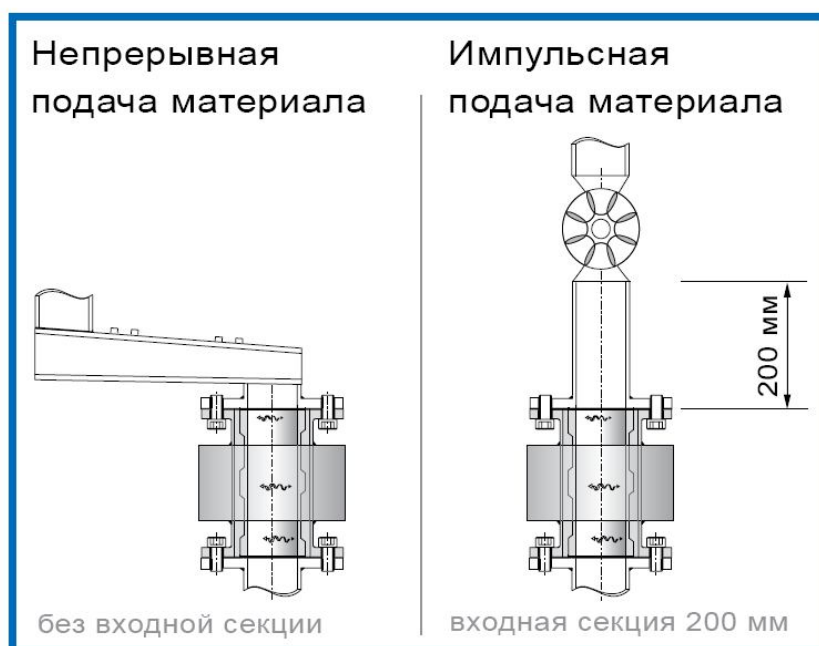

Рис. 3. Минимальное расстояние между сенсором, изгибами трубы и заслонками
- Выдерживайте необходимое расстояние от сенсора до клапанов, изгибов, лопастей вентиляторов, шлюзовых отверстий и пр., а также до других устройств, измеряющих температуру, давление и т.д. (см. рис. 3).